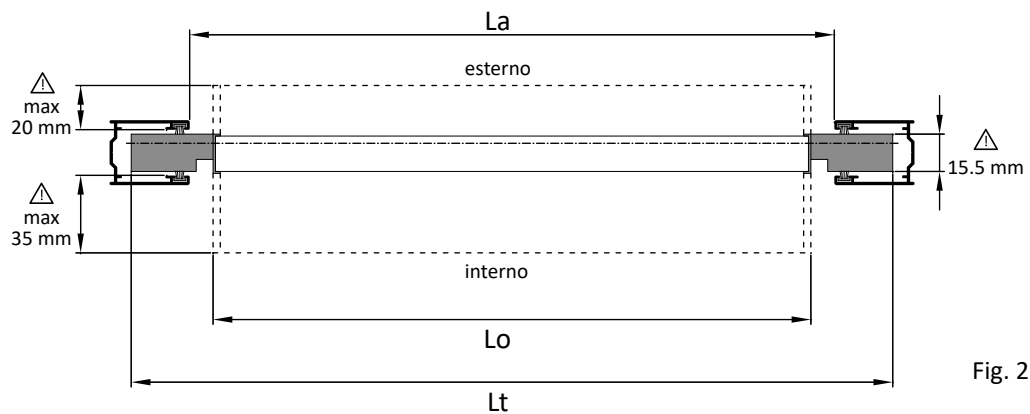

Fig. 2
1. Verificare che all'interno del vano tra il filo interno della guida ed altro infisso ci siano almeno 35 mm di spazio per consentire alle lamelle orientabili di aprirsi completamente senza interferenze **(vedi fig. 2)**.
2. Verificare che la dimensione **(Lc)** dell'apertura del cassonetto sia superiore alla larghezza **(Lt)** del telo tapparella **(vedi fig. 2 e 3)**. Verificare che le dimensioni interne del cassonetto consentano l'avvolgimento completo del telo come da ingombri indicati in **Tabella 1 (vedi fig. 5)**.